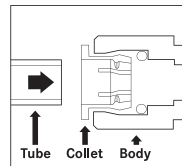

Fig.1
- ▶ För in röret vinkelrätt (bild 1).